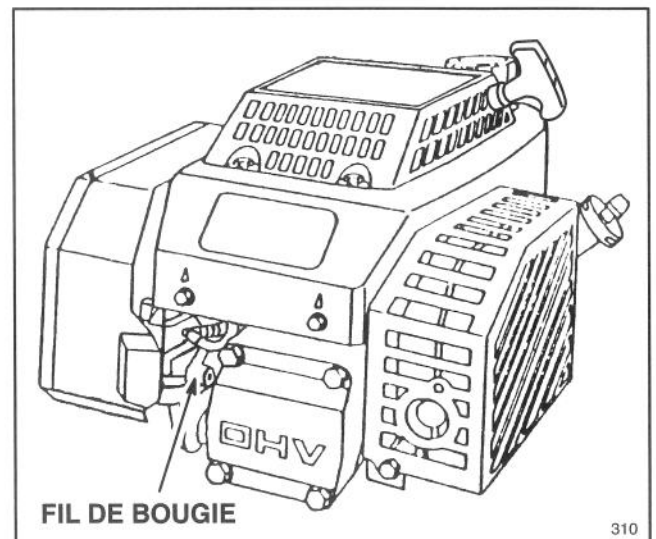

Figure 18
1. Arrêter le moteur et débrancher le fil de bougie (Fig. 18). Sur les modèles à démarreur électrique, retirer la clé de contact.
1. Arrêtez le moteur et débranchez le fil de bougies (Fig. 18). Sur les modèles à démarreur électrique, retirez la clé de contact.
1. Arrêter le moteur et débrancher le fil de bougis (Fig. 18). Sur les modèles à démarreur électrique, retirer la clé de contact.
1. Arrêter le moteur et débrancher le fil de bougies (Fig. 18). Sur les modèles à démarreur électrique, retirer la clé de contact.